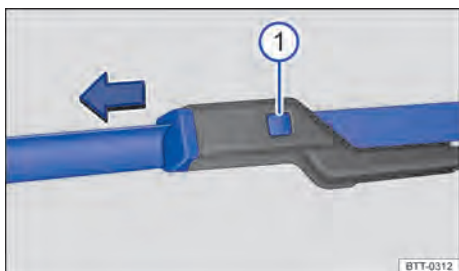

Fig. 183 Sustituir las escobillas de los limpiaparabrisas.
- Mantenga la tecla de desbloqueo → fig. 183 ❶ pulsada y, al mismo tiempo, retire la escobilla de los limpiaparabrisas en el sentido de la flecha.